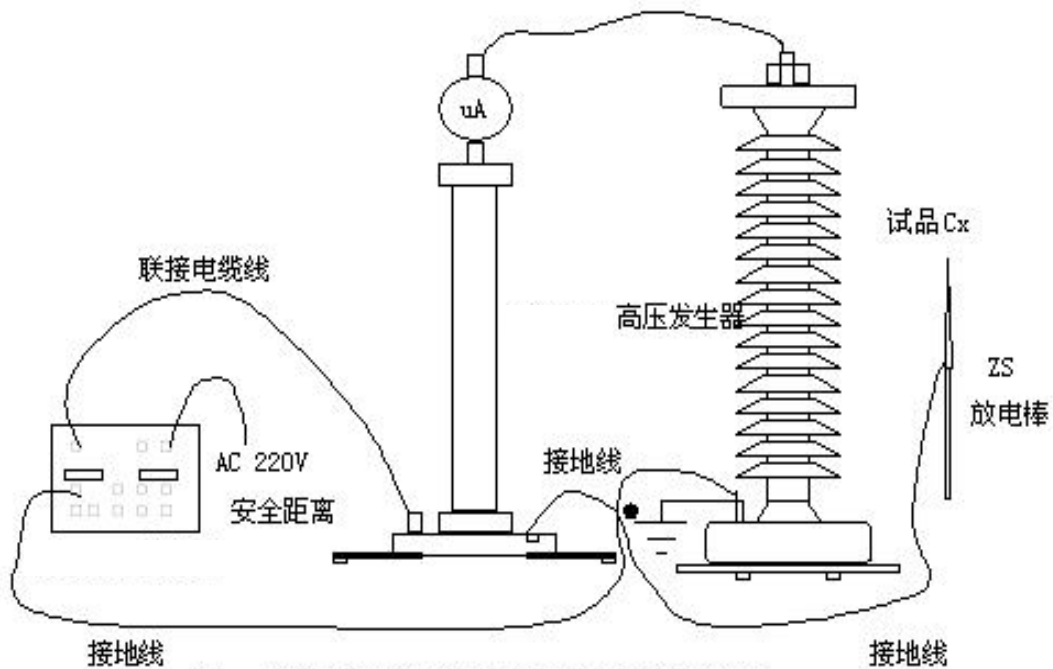

图 6 试品试验接线示意图及接地线联接方法
(1) 直流发生器在使用前应检查其完好性, 联接电缆线不应有断路和短路, 设备无破裂等损坏。
(2) 将机箱、倍压筒放置到合适的安全的位置, 分别联接好电源线、电缆线和接地线。保护接地线与工作接地线以及放电棒的接地线均应单独接到试品的地线上(即一点接地)。严禁各接地线相互串联使用, 以免击穿时地电位抬高形成反击, 损坏仪器(见图 6)